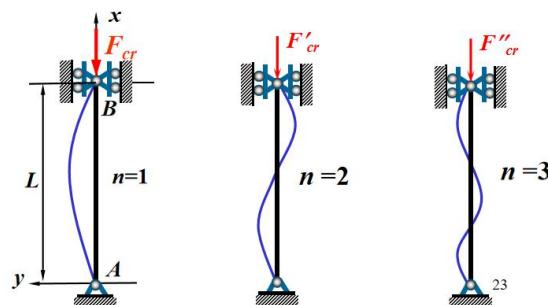

图 6 挠曲线形状
<p></p> <p>教学活动图 6 教师示范讲解</p>
<p>2. 两端铰支细长压杆临界力公式的讨论</p> <p>(1) 挠曲线方程</p> <p>当 $n=1$ 时，$w=C_1 \sin (\pi x/L)$ —— 正弦半波曲线。</p> <p>当 $n=2, 3$ 时分别相当于两个、三个正弦半波曲线（如图 6 所示）。</p>	<p>课程思政： 地质钻探中的钻杆属于超细长压杆，列举我校王成善院士和孙友宏教授团队</p>